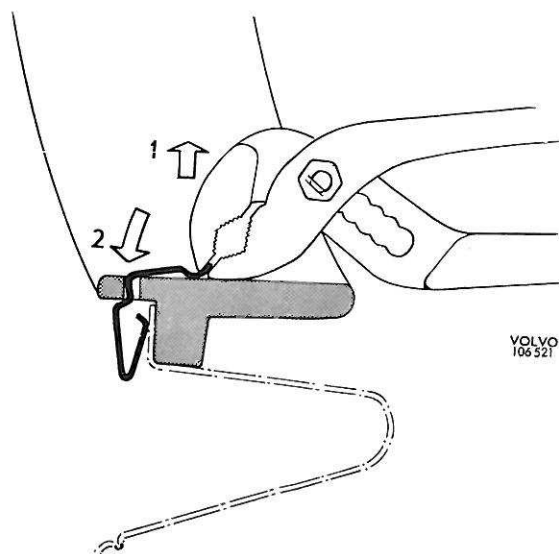

Figure 10. Dépose de la calandre de radiateur
1. Retirer les attaches inférieures en se servant d'une pince appropriée (voir figure 10).